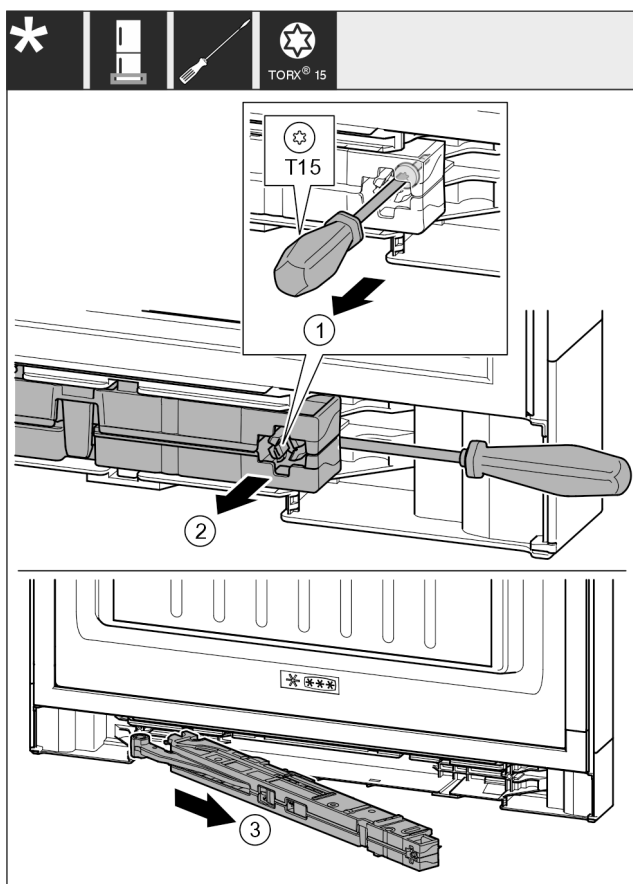

Fig. 17
- ▶ Lossa skruven på stängningsdämparen med en skruvmejsel T15 ca. 14 mm. *Fig. 17 (1)*
- ▶ Sätt in en skruvmejsel bakom stängningsdämparenheten. Vrid enheten framåt. *Fig. 17 (2)*
- ▶ Dra ut enheten. *Fig. 17 (3)*